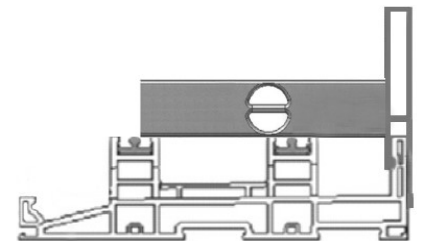

Figura 17
- 2. Ubique** las jambas del marco. Si es necesario instalar una aleta adicional (pieza 27), ubique las aletas y retire las placas de anclaje de las jambas del marco (pieza 2, figura 17) que estén más cerca del exterior de la apertura. Instale las aletas en lugar de las placas de anclaje. Deslice la aleta dentro del cabezal del marco.
- Consejo útil: Utilice un nivel torpedeo corto y colóquelo transversalmente sobre el umbral del marco para verificar que el umbral esté nivelado desde el interior hacia el exterior (figura 17). Utilice una plomada para asegurarse de que el cabezal del marco esté alineado con el umbral. Si los rieles del umbral y del cabezal del marco no están alineados, es posible que los paneles no rueden correctamente.